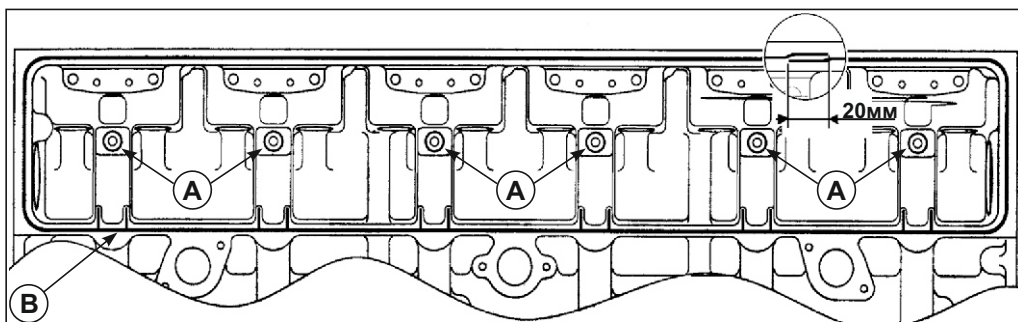

Рис. 120. Установка боковой пластины.
4. Нанести герметик "Силикон САФ 44" (возможно использование герметика "Локтайт-5910" или других марок на силиконовой основе), как указано на Рис. 120 в местах (В); в местах (А) вокруг отверстий крепления нанести герметик "Локтайт-518".